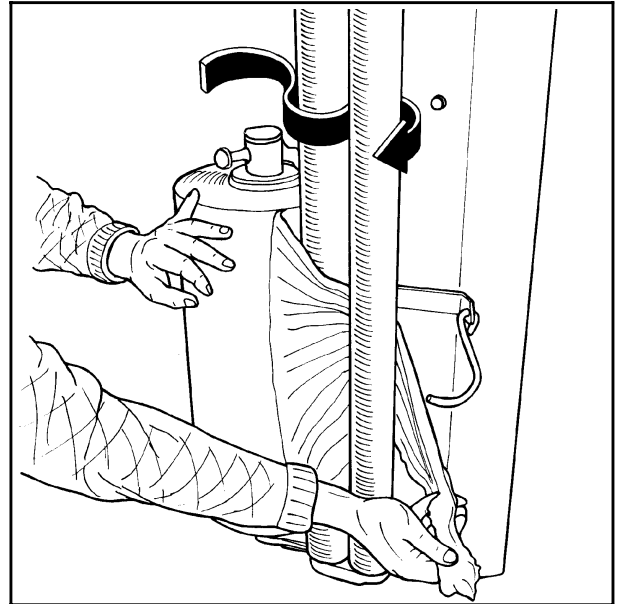

Fig. 4-2
- 4.3 Tre plasten mellom rollene på forstrekkeren etter pilens retning. (Se fig. 4-2).